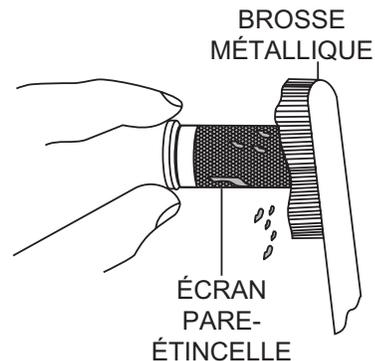

Figure 35. Nettoyage du pare-étincelle
4. Enlever soigneusement les dépôts de carbone qui sont sur l'écran pare-étincelle (Figure 35) avec une brosse métallique.